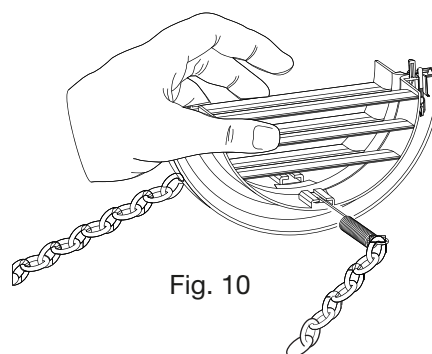

Fig. 10
- Drag utomhusgallret bakåt, med den lediga handen, och för in fingrarna genom lamellerna på gallrets insida (Fig. 10).